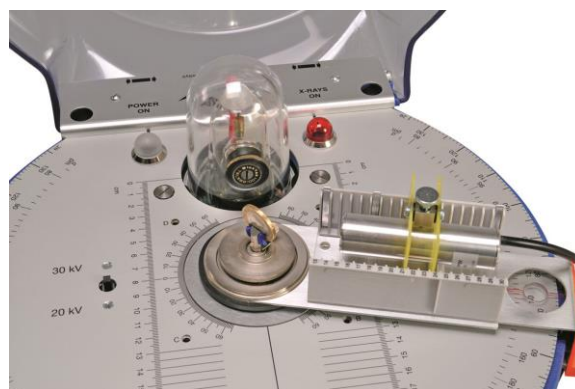

Fig. 2 Montage du détecteur d'énergie de rayonnement X sur le bras du goniomètre de l'appareil à rayons X
- Insérer le support du détecteur d'énergie de rayonnement X à l'intervalle souhaité dans le chargeur du bras du goniomètre (cf. Fig. 2).